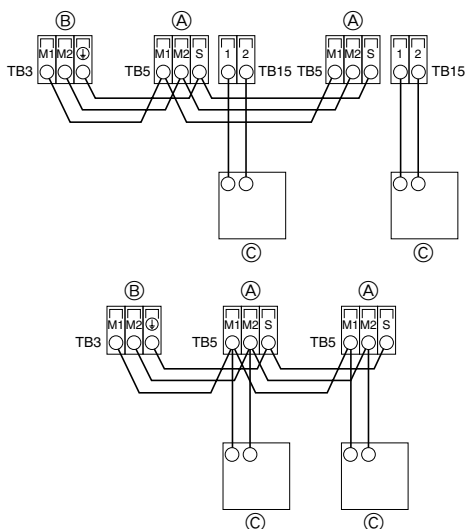

Fig. 4-2
4.2. Anschluß der Fernbedienungs-, Innen- und Außenübertragungskabel (Fig. 4-2)
- ① MA-Fernbedienung
- ② M-NET-Fernbedienung